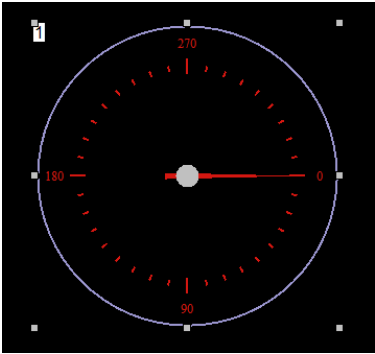

图 3-2 起始值
1)起始值：仪表量程最小的数值，可以进行设置。如图 3-2 所示，“0”为起始值。